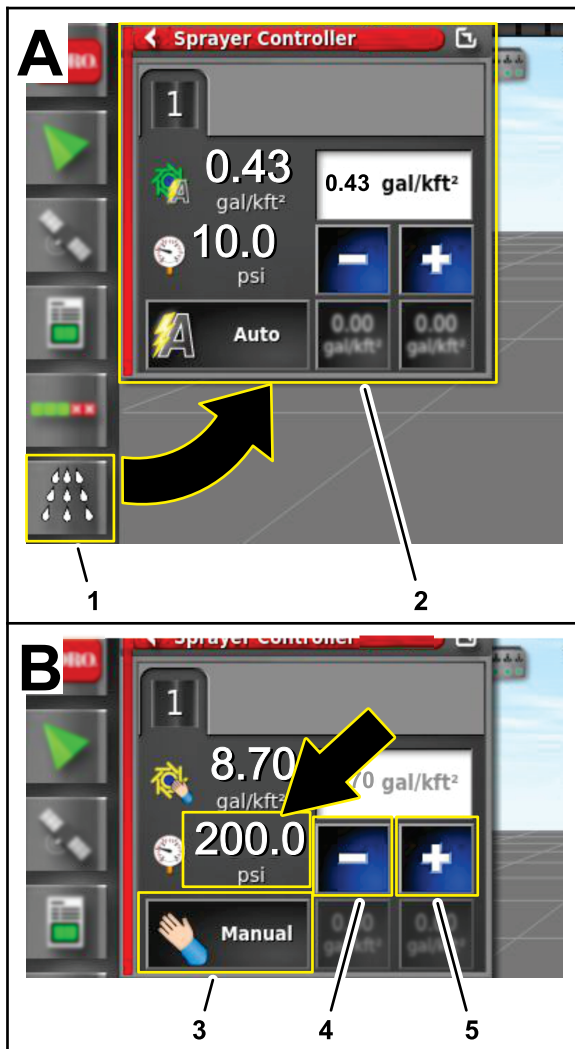

図 239
4. ジョーリンクの制御コンソール上で 散布率コントローラ アイコンを押す 図 239。
5. 散布レートコントローラダイアログボックスで、レート制御モードアイコンを押し続けると手動モードになる 図 239。
6. 減らすアイコン (-) と増やすアイコン (+) を使用して散布圧力 図 239 を 13.75 bar (200 psi) にする。